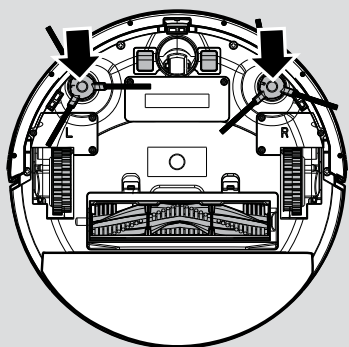

Fig. 3
7. Trykk de to kantbørstene på plass på brakettene. Følg med på tildelingen av L (venstre) og R (høyre) på enheten og på børstene. **[Fig. 3]**